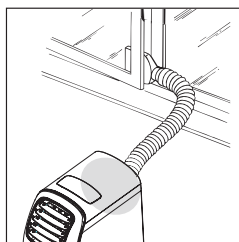

Fig. 2.
Étape 2: Ouvrez légèrement la fenêtre ou la porte-fenêtre et positionnez la sortie (fig. 2).